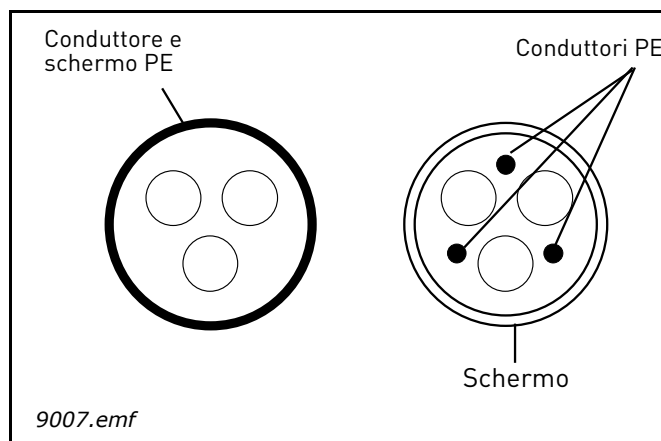

Figura 21.
- 2 = Cavo di alimentazione simmetrico dotato di filo protettivo concentrico e adatto alla specifica tensione di rete. (consigliato un cavo di tipo MCMK o simile). Vedere Figura 21.
- 3 = Cavo di alimentazione simmetrico dotato di schermo compatto a bassa impedenza e adatto alla specifica tensione di rete. [consigliato un cavo di tipo MCCMK, EMCMK o simile; consigliato un cavo con impedenza di trasferimento (1...30MHz) di massimo 100mohm/m]. Vedere Figura 21.